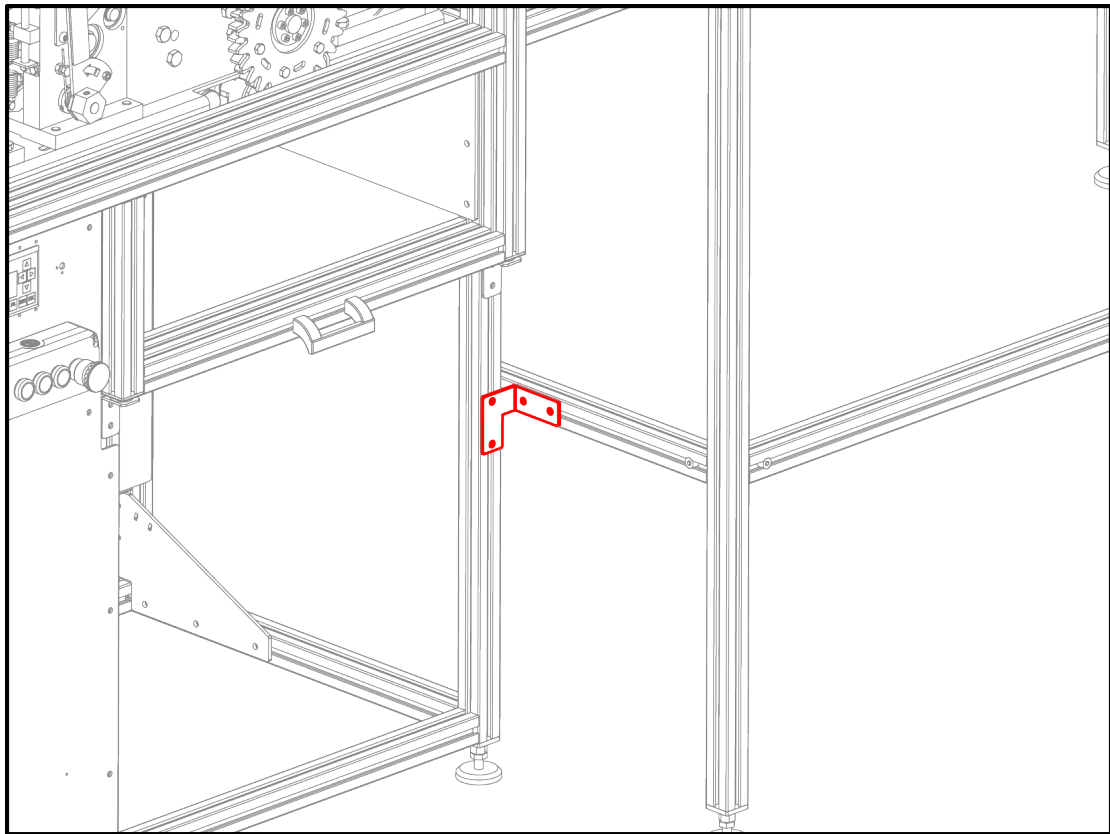
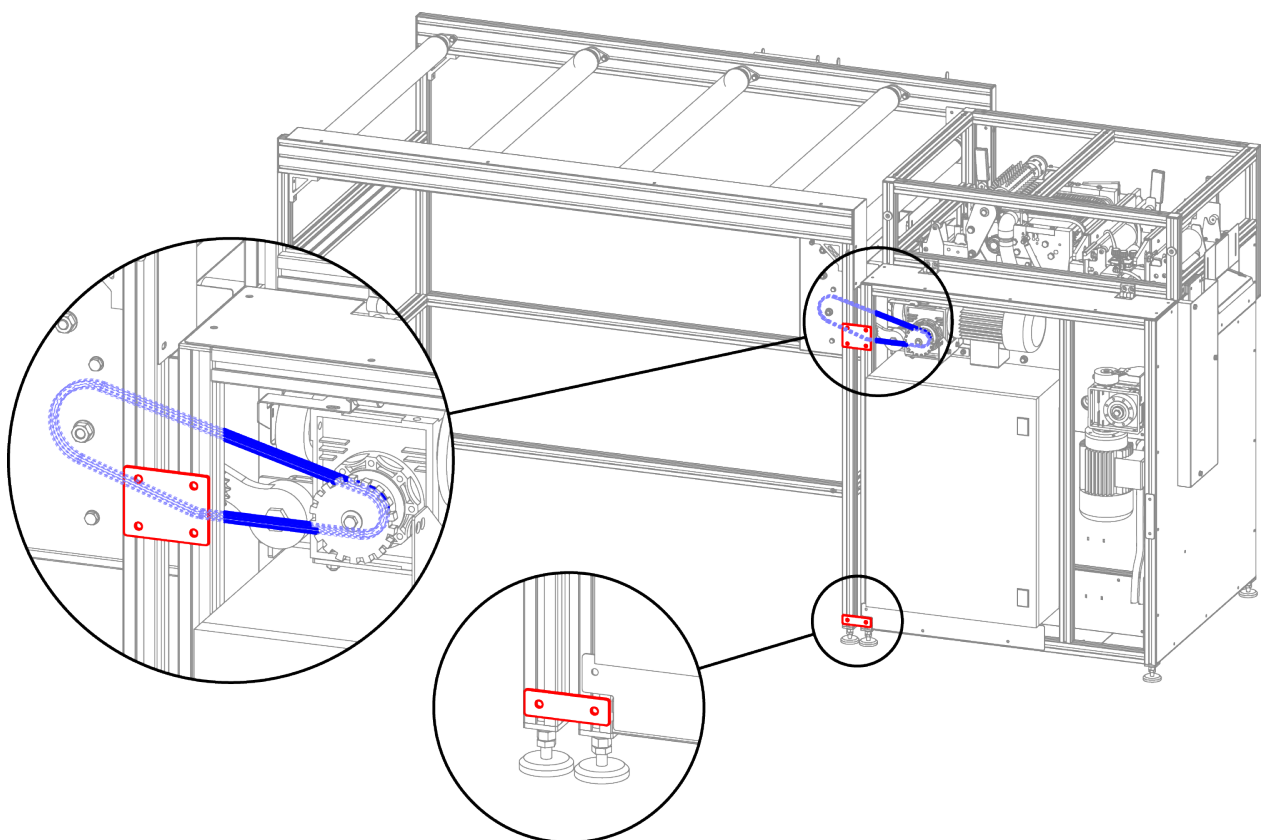

Figura 4.4.2 – Fissaggio della piastra di collegamento
Figura 4.4.3 – Fissaggio delle piastre di collegamento e installazione della catena
- Posizionare la rastrelliera a contatto con la struttura principale (Figura 4.4.2 e Figura 4.4.3).
- Fissare la rastrelliera alla struttura principale per mezzo delle 3 lamiere di collegamento (vedi dettaglio in rosso Figura 4.4.2 e Figura 4.4.3).
- Installare la catena di comando della rastrelliera (vedi dettaglio in blu Figura 4.4.3).